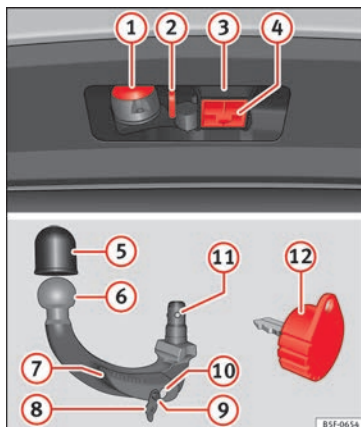

Fig. 178 Support du dispositif d'attelage pour remorque/boule amovible/clé
Légende de la » fig. 178
- Retirez le cache du logement du crochet (4) »» fig. 178 vers le bas.